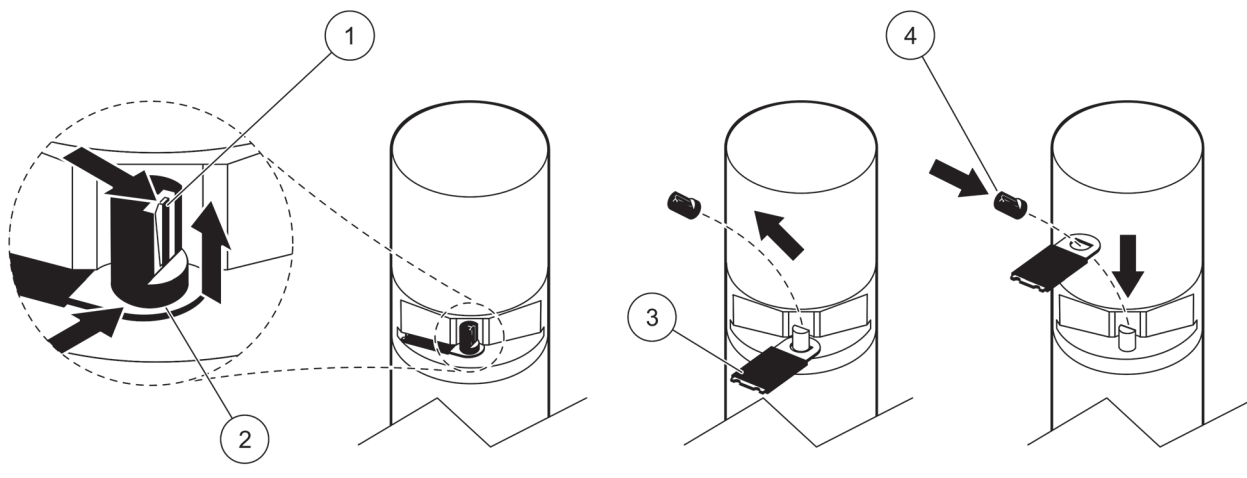

Bild 3 Wischerprofil wechseln
Informationen zum Austauschen des Wischerprofils finden Sie in Bild 3 und den nachfolgenden Schritten.
9. Ziehen Sie an der Haltelasche (Bild 3, Pos. 1), schieben Sie das Kappenunterteil hoch, und nehmen Sie es ab (Bild 3, Pos. 2 und 3).
11. Der Wischer fährt automatisch aus. Tauschen Sie das Wischerprofil aus (Bild 3, Pos. 4), und ersetzen Sie die Kappe wieder fest ein (Bild 3, Pos. 5).